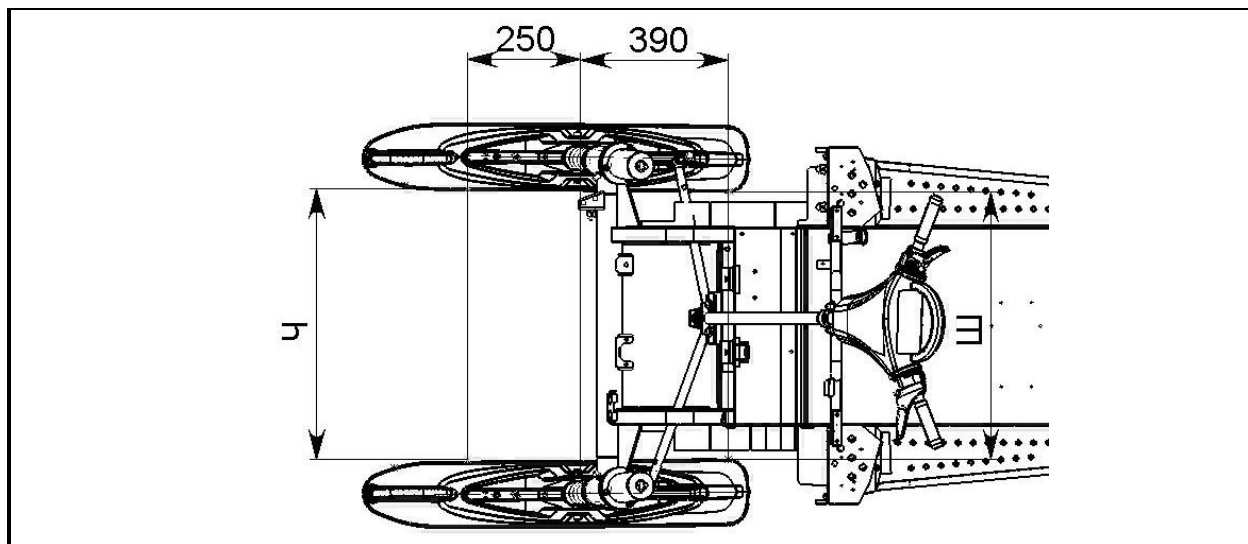

Рисунок 38 – Регулировка схождения лыж
- вращением рулевых тяг добейтесь, чтобы при положении лыж "прямо–вперед" расстояние Ч (рисунок 38) между передними частями лыж было больше на 10 мм, чем расстояние Ш между задними частями лыж (Ч-Ш=10 мм);